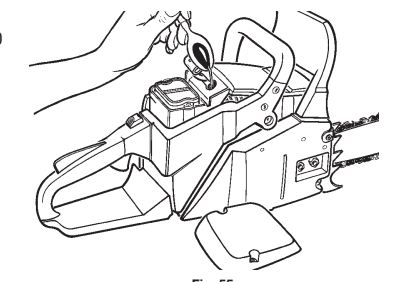

Fig. 55
- Versez 1 cuillère à café d'huile pour moteur 2 temps dans la chambre de combustion (Fig. 55). Tirez lentement sur le cordon du démarreur plusieurs fois pour bien enrober les composants internes.